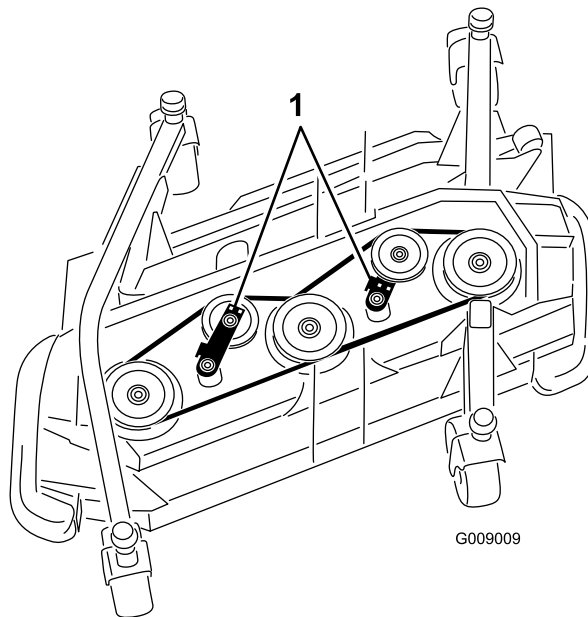

Bild 84
5. Schieben Sie die Spannscheibe mit einem Schraubenschlüssel oder einem ähnlichen Werkzeug vom Treibriemen und lassen Sie den Riemen von der Getriebespannscheibe rutschen (Bild 84).